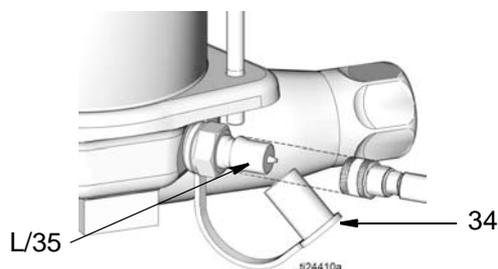

Рис. 4
1. Снимите колпачок (34) (Рис. 4) с заправочной горловины (L) для консистентной смазки, чтобы получить доступ к заправочному штоку (35).
2. Подсоедините фитинг быстрого соединения на насосе заполнения к заправочной горловине (L) на резервуаре.
- Отсоедините насос заполнения от заправочного штока насоса (35, Рис. 4).
- Зафиксируйте колпачок (34) поверх заправочного штока (35) (Рис. 4).